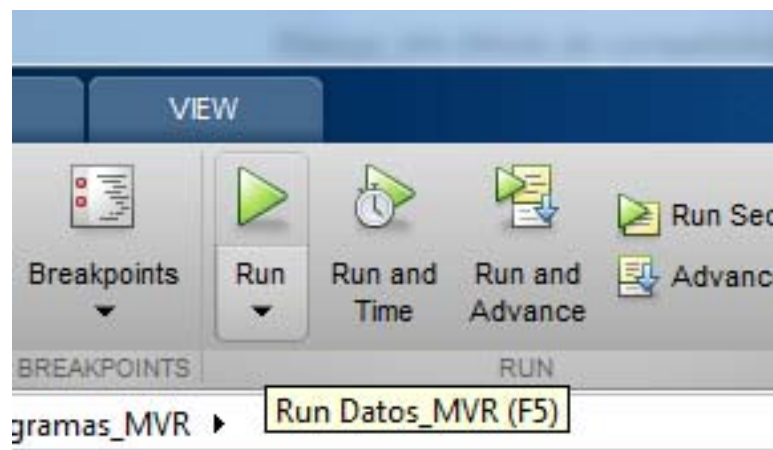

Figura 8. Botón para ejecutar el archivo.
- **Paso 9:** Ejecutar desde MATLAB el archivo “Datos\_MVR.m” presionando el botón “Run” en la barra de herramientas de MATLAB (figura 8) y abrir desde MATLAB el archivo “MotorSinc.slx” del toolbox Simulink.